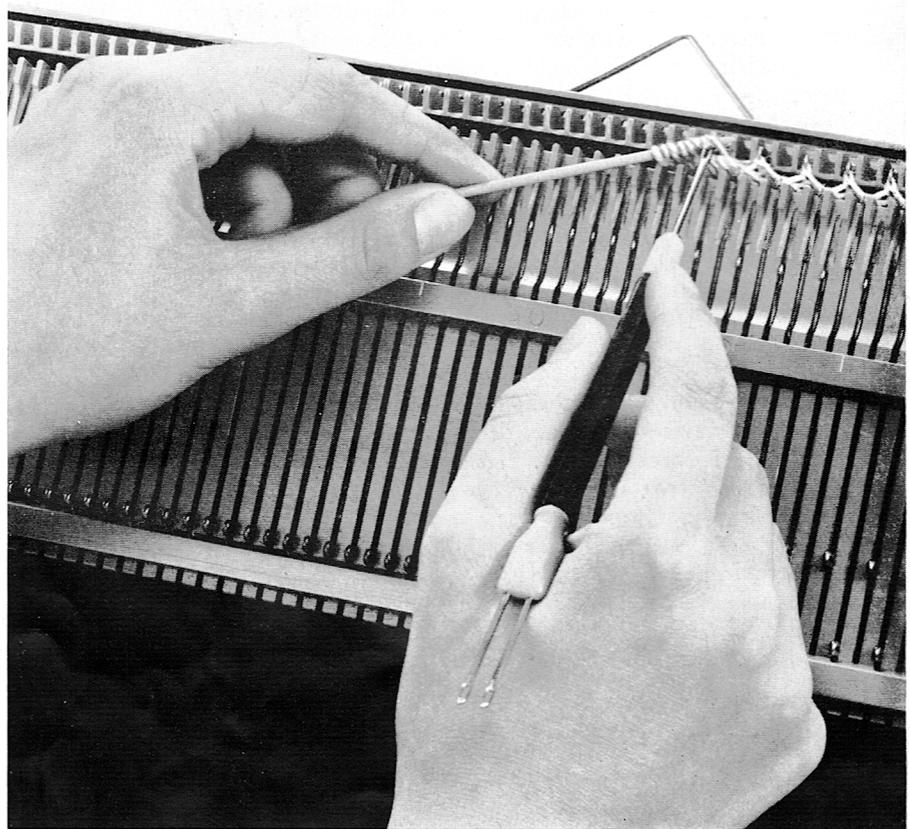

Fig. 12
Für einen Querschlitze werden die blossgelegten Maschen mittelst Handstricknadeln abgekettet oder, wenn es ein Taschen-schlitz ist, werden sie von der Handstricknadel in die Zungennadeln gehängt, Fig. 12, um das Taschenfutter zu stricken.
**Maschen von der Handstricknadel auf die Zungennadel übertragen.** Fig. 12. Je nach Fingerfertigkeit nimmt man entweder Masche um Masche auf die Deckernadel und hängt sie von dort in die Zungennadel oder man richtet die Masche so gegen die Zungennadel, dass man die Zungennadel direkt in die Masche stossen kann. Die Nadeln OB stellen und weiterstricken. Seitengewicht einhängen.